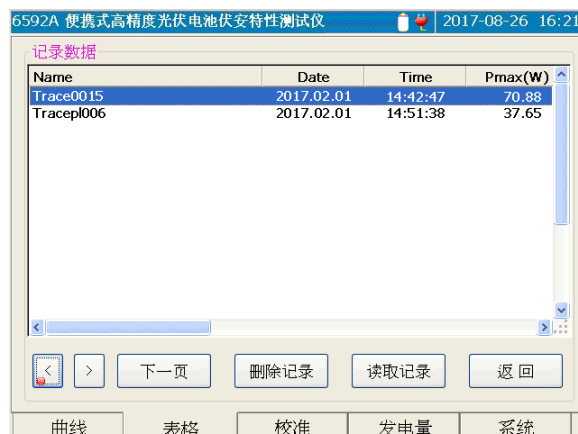

图 5-11 记录数据列表窗口示意图
- 【打开记录】：读取 MeasureLogFile.csv 文件，将文件中保存的内容显示在列表中。如图 5-11 所示。